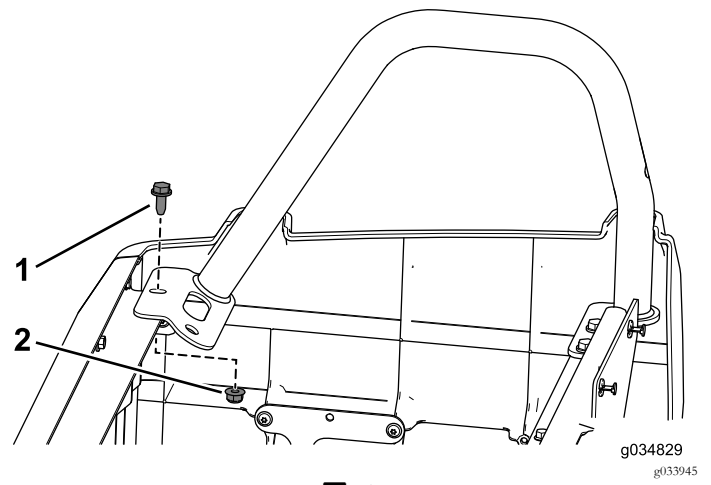

图50
1. 使用之前卸下的凸缘螺栓3/16 x 3/4 英寸和凸缘螺母将右臀部固定管固定到后座椅底座上图50。